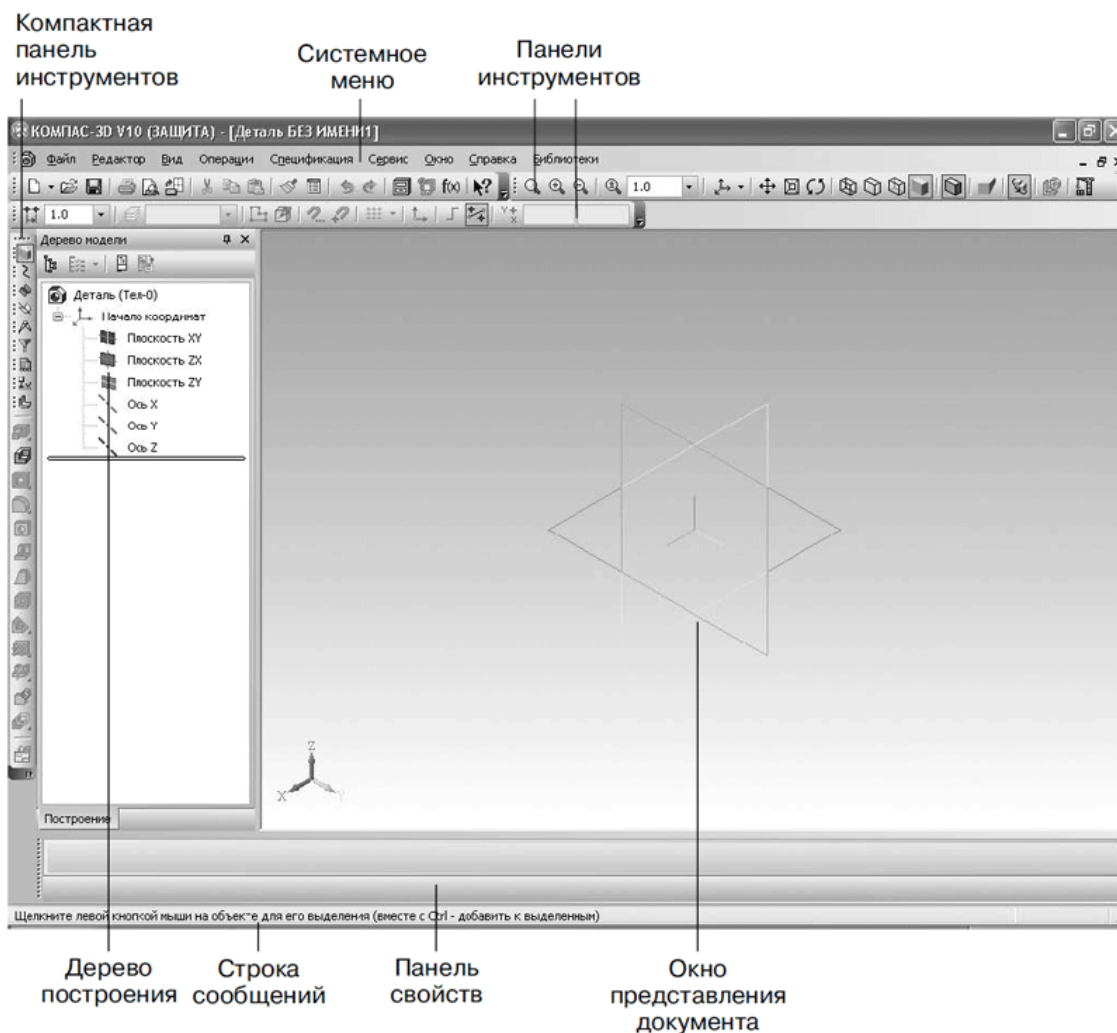
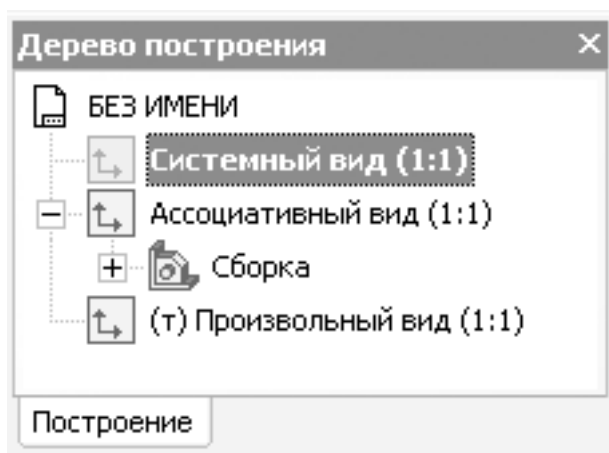

Рис. 1.4. Элементы пользовательского интерфейса системы КОМПАС-3D
Рис. 1.12. Дерево построения чертежа
Для детального знакомства с интерфейсом программы стартовой страницы явно недостаточно, поэтому выберите в диалоговом окне Новый документ тип файла Деталь и нажмите кнопку ОК (или просто воспользуйтесь ссылкой Деталь на стартовой странице программы). Система создаст новый документ КОМПАС-Деталь, при этом главное меню и панели инструментов изменятся (рис. 1.4).
- *Компактная панель инструментов* – наиболее важный и часто используемый элемент интерфейса. Это вертикальная панель, по умолчанию расположенная в левой части окна программы. Она объединяет панели инструментов, предназначенные для создания и редактирования моделей, чертежей или элементов спецификаций. Между панелями инструментов можно переключаться с помощью специальных кнопок (на рис. 1.4 эти кнопки размещены в верхней части компактной панели). Состав компактной панели зависит от типа документа, с которым работает пользователь.
Панель свойств может быть закреплена возле любого края клиентской области главного окна программы. Для этого нужно воспользоваться соответствующей командой подменю Размещение контекстного меню. Его можно вызвать, щелкнув правой кнопкой мыши в любой точке панели свойств. Кроме того, панель свойств может быть зафиксированной (см. рис. 1.4) или плавающей. Плавающая панель в неактивном состоянии скрывается за границей (фреймом) главного окна. Это может быть удобно при небольшом разрешении экрана монитора (например, 800 × 600), так как при этом панель свойств не будет закрывать собой участок клиентской области окна документа. При достаточно большом разрешении экрана режим плавающей панели не совсем удобен, потому что для каждого обращения к свойствам текущей операции панель придется «доставать» из-за края неклиентской области окна (для чего нужно будет щелкать кнопкой мыши на закладке с заголовком панели и ждать, пока панель всплывет).
При установленных флажках возле команд *Дерево построения* (присутствует только в документе-чертеже) и *Строка сообщений* в главном окне приложения будут присутствовать соответствующие элементы интерфейса. По умолчанию флажок *Строка сообщений* установлен всегда, а пункт *Дерево построения* для чертежа отключен. Сняв любой флажок, пользователь может спрятать одноименный элемент интерфейса программы. Обратите внимание, что дерево построения чертежа (рис. 1.12) отличается от дерева построения сборки или детали (см. рис. 1.4). В нем отображается иерархия видов графического документа. Текущий вид обозначается символом (т) перед названием вида. Если учесть, что во фрагменте, в отличие от чертежа, изображение создается в едином виде масштабом 1:1, то станет понятно, почему при выборе документа КОМПАС-Фрагмент дерево построения пропадает – для фрагмента оно просто не нужно.